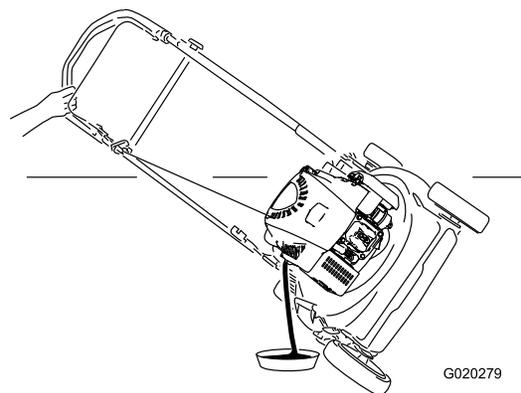

Figura 29
5. Inclinate il tosaerba sul fianco, con l'asta di livello in basso, per vuotare l'olio usato attraverso il tubo di riempimento (Figura 29).